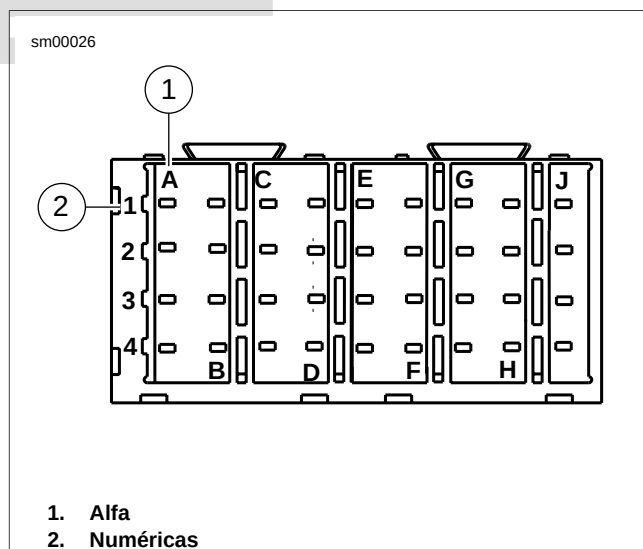

Figura A-22. Bloque de fusibles: Coordenadas (típicas)
- Vea Figura A-22. La cavidad de terminales principal del bloque de fusibles está identificada con coordenadas alfabéticas (1) y numéricas (2). Vea las coordenadas de la cavidad de terminales principal del bloque de fusibles en el diagrama de cableado del arnés principal.